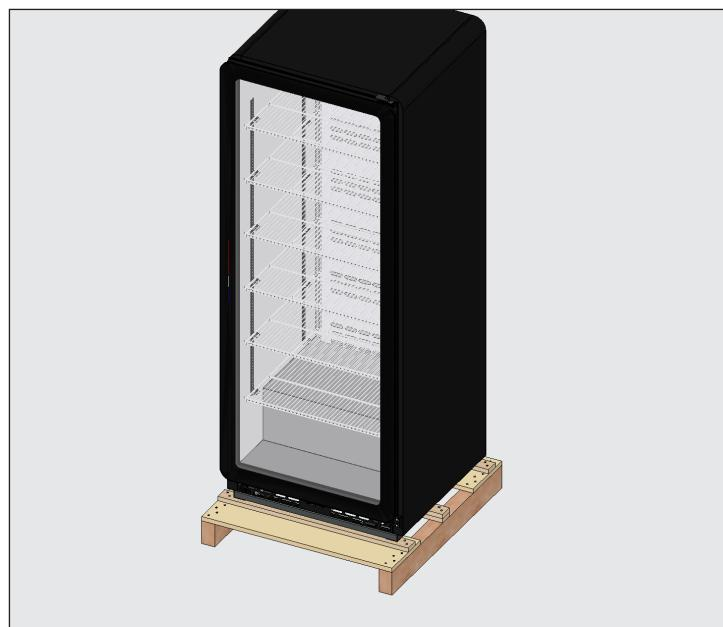

Fig. 1. Retire el embalaje exterior.
1. Retire el embalaje externo (cartón, plástico de burbujas, esquinas de poliestireno y plástico transparente). Véase la fig. 1.